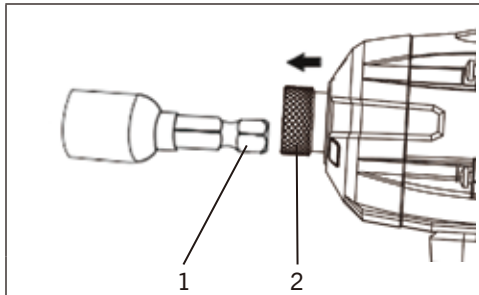

FIG. 11
2. Insérez l'extrémité hexagonale (1) dans l'embout hexagonal (2) (Fig. 11).